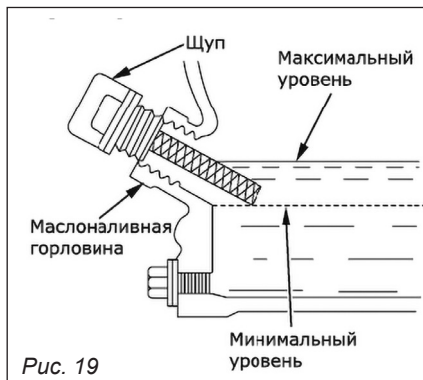

Рис. 19
2. Открутите крышку маслоналивной горловины и протрите щуп тряпкой (рис. 19).